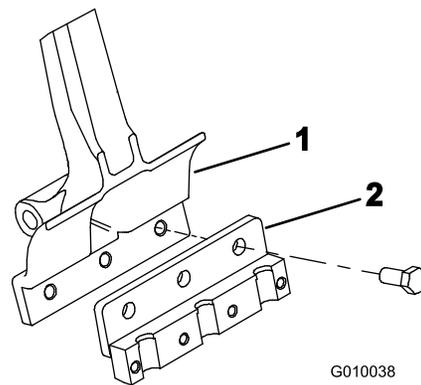

Bild 22
- Befestigen Sie an jedem Tines-Arm (**Bild 22**) einen Tines-Halter mit drei Schrauben ($\frac{1}{2}$ " x $1\frac{1}{4}$ "). Ziehen Sie die Schrauben auf ein Drehmoment von 101,6 N·m an.